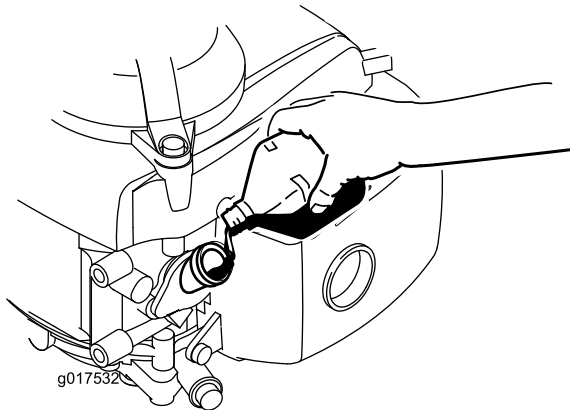

図 6
3. ゆっくりと 補給穴からオイルを入れ、3分間待ってからきれいに拭いたディップスティックを差し込み、但しねじ込まないようにして穴の奥まで入れる (図 6)。